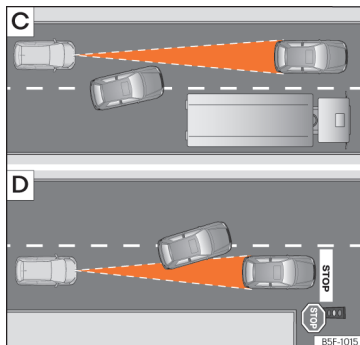

Abb. 183 [C] Fahrspurwechsel eines anderen Fahrzeugs. [D] Abbiegendes und weiteres stehendes Fahrzeug.
- Fahrzeuge, die in geringem Abstand auf die eigene Fahrsur wechseln » » **Abb. 183** [C].
Es ist möglich, dass ACC nicht auf stehende Fahrzeuge reagiert. Wenn z. B. ein von ACC erfasstes Fahrzeug abbiegt oder ausschert und sich vor diesem Fahrzeug ein stehendes Fahrzeug befindet, reagiert ACC nicht auf das stehende Fahrzeug »» Abb. 183 [D].